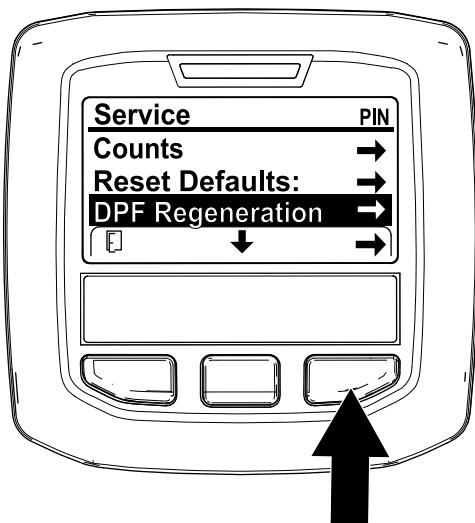

Рисунок 43
- Перейдите к меню Service (Техобслуживание), нажмите среднюю кнопку для прокрутки вниз к опции DPF REGENERATION (РЕГЕНЕРАЦИЯ DPF) (Рисунок 43).
- Нажмите правую кнопку для выбора позиции DPF Regeneration (Регенерация DPF) (Рисунок 43).